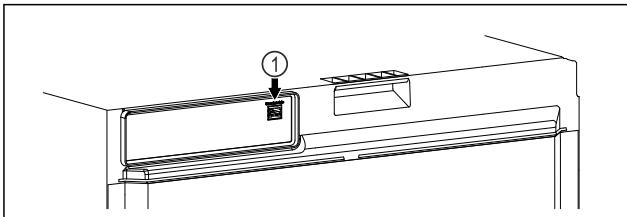

Fig. 103
- SmartModule *Fig. 103 (1)* ist eingesetzt.